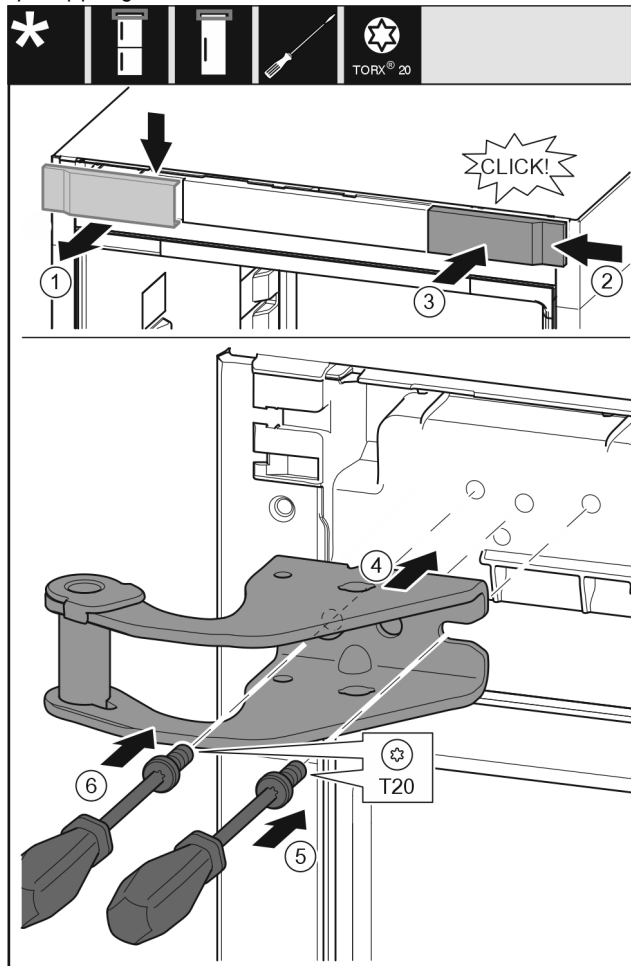

Fig. 10
- Ta bort skyddet Fig. 10 (1) uppifrån och framåt.
- Häng in skyddet Fig. 10 (2) vridet 180° på den andra sidan från höger.
- Haka i skyddet Fig. 10 (3).
- Sätt in den övre lagerbocken Fig. 10 (4).
- Sätt an skruven Fig. 10 (5) och dra åt den med skruvmejseln.
- Sätt an skruven Fig. 10 (6) och dra åt den med skruvmejseln.